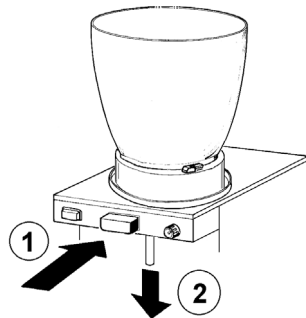

figura 1
- 3** Premere (1) il tasto di comando rubinetto e sfilare (2) il gommino rubinetto dalla sua sede tirandolo verso il basso (vedere figura 1).